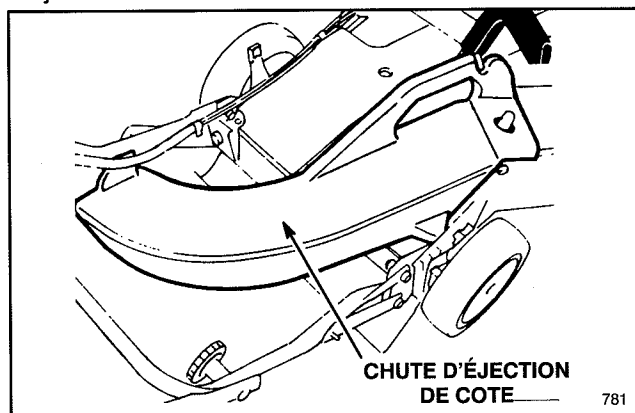

Figure 29
2. Kit d'éjecteur latéral, modèle 59189—Installez l'éjecteur et la chute d'éjection latérale pour convertir la tondeuse Recycler® II Super Pro® en tondeuse à éjection latérale (Fig. 29). Inclut l'obturateur du canal d'éjection.